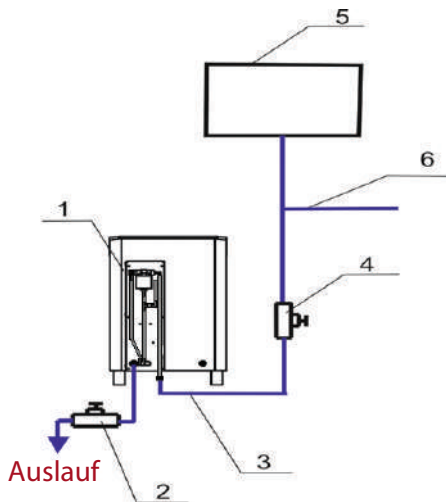

Abb. 7
2.1.2.5 Hinterer Deckel nach oben zu heben und abzunehmen. Das elektrische Heizgerät (Pos. 1, Abb. 7) mit dem flexiblen Schlauch (Pos. 3, Abb. 7) zum Wasserversorgungsnetz (Pos. 6, Abb. 7) oder zum Vorratsbehälter (Pos. 8, Abb. 7), der sich im Nebenraum befindet, anzuschließen. Es wird empfohlen, den Vorratsbehälter in der Höhe von mindestens 1 m über dem elektrischen Heizgerät einzustellen. Vor dem elektrischen Heizgerät ist es ein Abschlussventil (Pos. 4, Abb. 7) zu montieren. Zeitlicher Verschußstopfen soll abgenommen werden und es soll einen Wasserablasshahn (Pos. 2, Abb. 7) unter Einsatz des flexiblen Anschlussschlauchs mit der notwendigen Länge installiert werden. Zur Vermeidung der Verkalkungen soll der Kennwert der Wasserhärte im Bereich von 0,5° bis 5°F liegen. Es wird empfohlen, eine Vollentsalzungsanlage (mit dem Rückkehrosiose) zu verwenden.
2.2.2.1 Den Abflusshahn (Pos. 2, Abb. 7) zu schließen und den Auffüllhahn (Pos. 4, Abb. 7) zu öffnen.
2.2.2.5 After the Electric heater use, to prevent deposits in the steam generator tank, drain the water from the system. Close the filling valve (no. 4, Fig. 7) and open the drain valve (no. 2, Fig. 7). Wait till the system is completely empty. Leave the valves in this position till the next Electric heater use. Always drain the water, if the risk of its freezing is available!